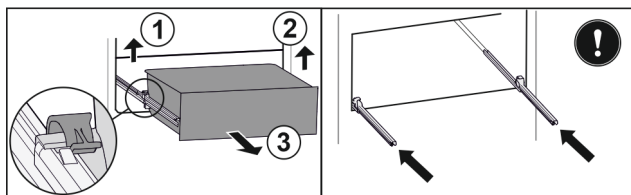

Fig. 46
- ▶ Lyft vänster klämma och dra samtidigt utdragslåda till vänster framåt. Fig. 46 (1)
- ▶ Lyft höger klämma och dra samtidigt utdragslåda till höger framåt. Fig. 46 (2)
- ▶ Ta ut utdragslåda genom att dra den framåt. Fig. 46 (3)